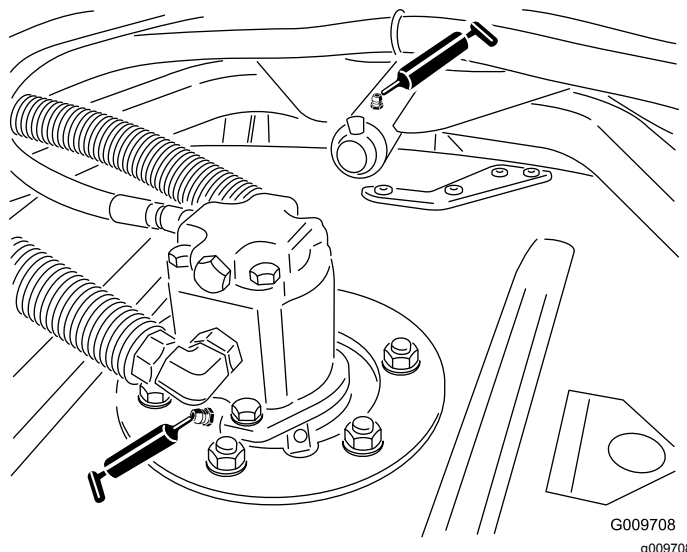

Figure 50
- Roulements d'axes de pivots de plateau de coupe (2 par plateau) (Figure 50)
- Bagues de bras de bâti porteur de plateau de coupe (1 par plateau) (Figure 50)